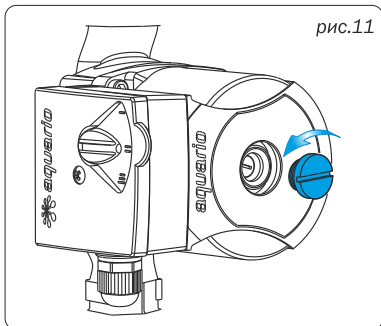

рис.11
- Для удаления воздуха из насоса выкрутите пробку, вращая её против часовой стрелки (рис.11).
После длительного перерыва в работе насоса перед его запуском необходимо убедиться, что вал насоса свободно вращается и не заблокирован отложениями, накипью и т.п. Для этого нужно выкрутить пробку (рис.11), и провернуть вал шлицевой отверткой.